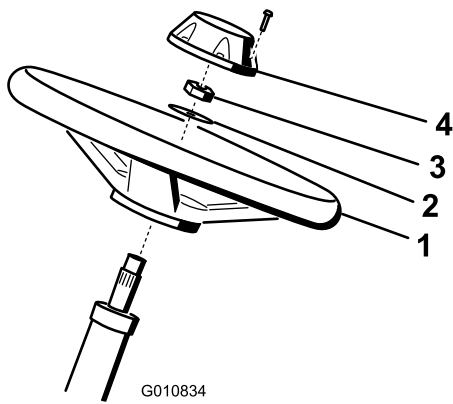

図 4
1. ハンドルをステアリングシャフトにはめ込む 図 4。
2. ワッシャをステアリングシャフトにはめ込む 図 4。
$2.83.6\text{kg}/\text{m} = 2026\text{ft}\cdot\text{lb}$ にトルク締めする 図 4。
4. キャップを取り付け、ボルト6本で固定する 図 4。